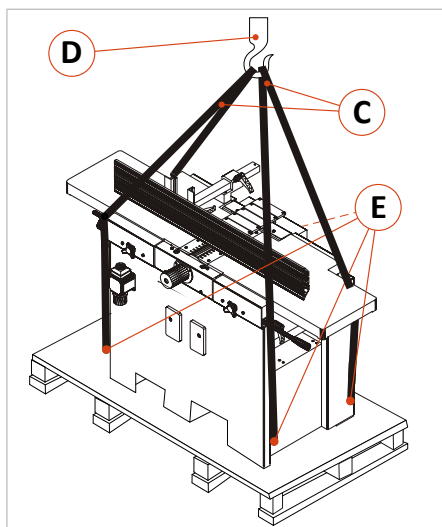

Abbildung 9: Abladen und Abstellen mit Kran
- Bereiten Sie vier Spanngurte oder Nylonschlupf-Seile (C) mit der erforderlichen Tragkraft und in ausreichender Länge vor und hängen Sie diese am Kranhaken (D) ein (⇒ Abbildung 9).
- Dann die Seile (C) in den vier Ösen (E) der Maschine befestigen.